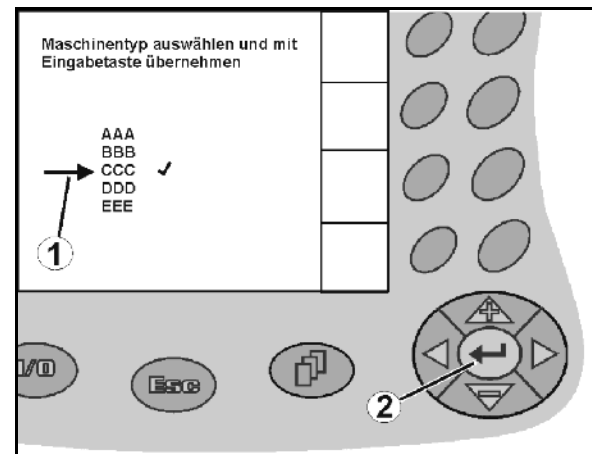

Рис. 16
1. · Позиционируйте указатель в виде стрелки (Рис. 16/1) с помощью  и .
2.  Подтвердите выбранное значение (Рис. 16/2).